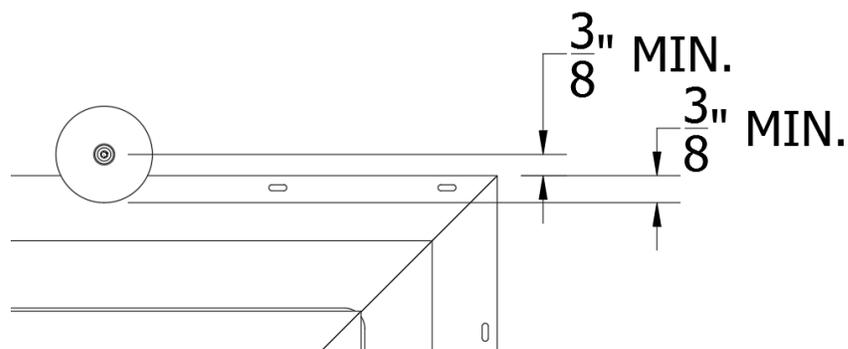

Рисунок 25. Крепление верхнего бруса шайбами
- II) Между нижней частью стрелня крепежной детали и верхом фланца должно быть свободное пространство не менее 3/8" (9,52 мм) для естественного движения конструктивных элементов здания. Шайба должна быть достаточно большой, чтобы устанавливаться внахлест на фланец как минимум на 3/8" (9,52 мм) и как максимум на 3/4" (19,05 мм). См. *рисунок 25*.